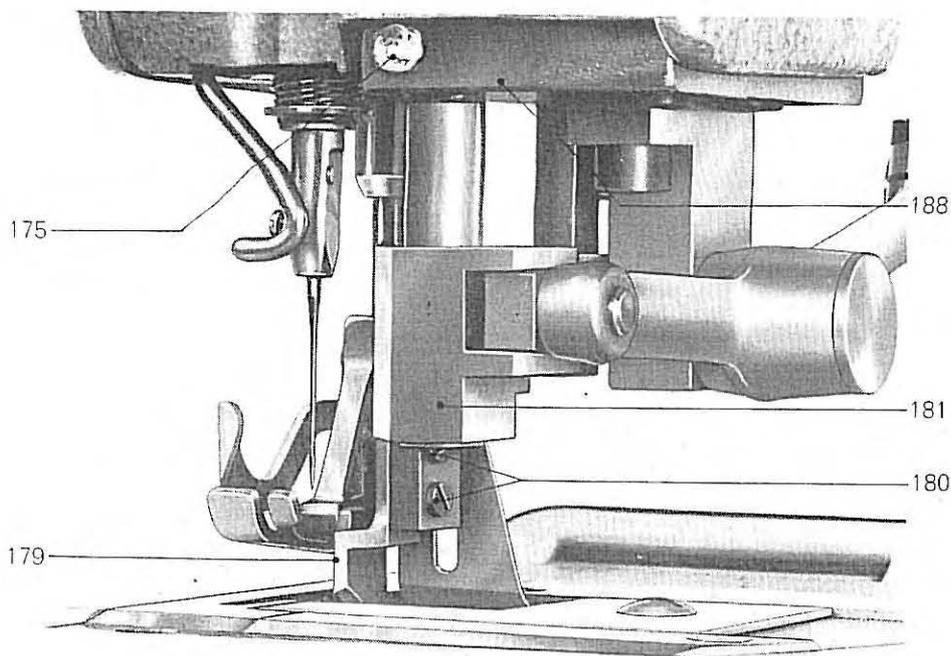
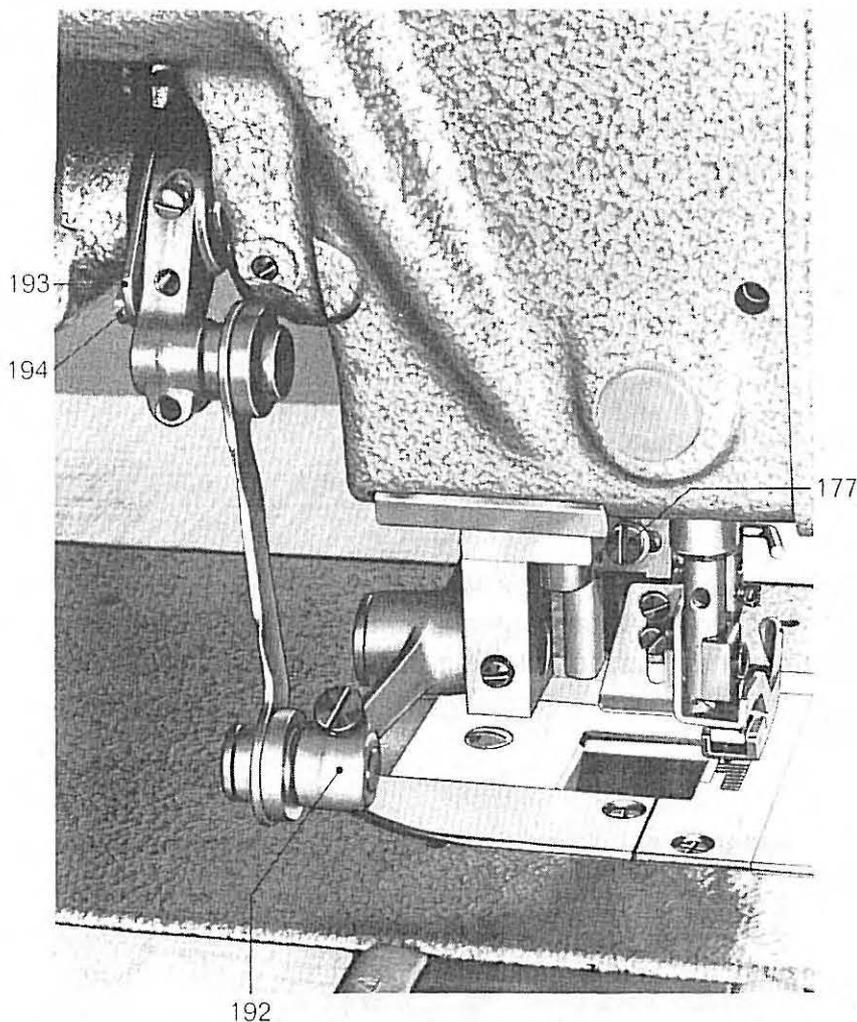
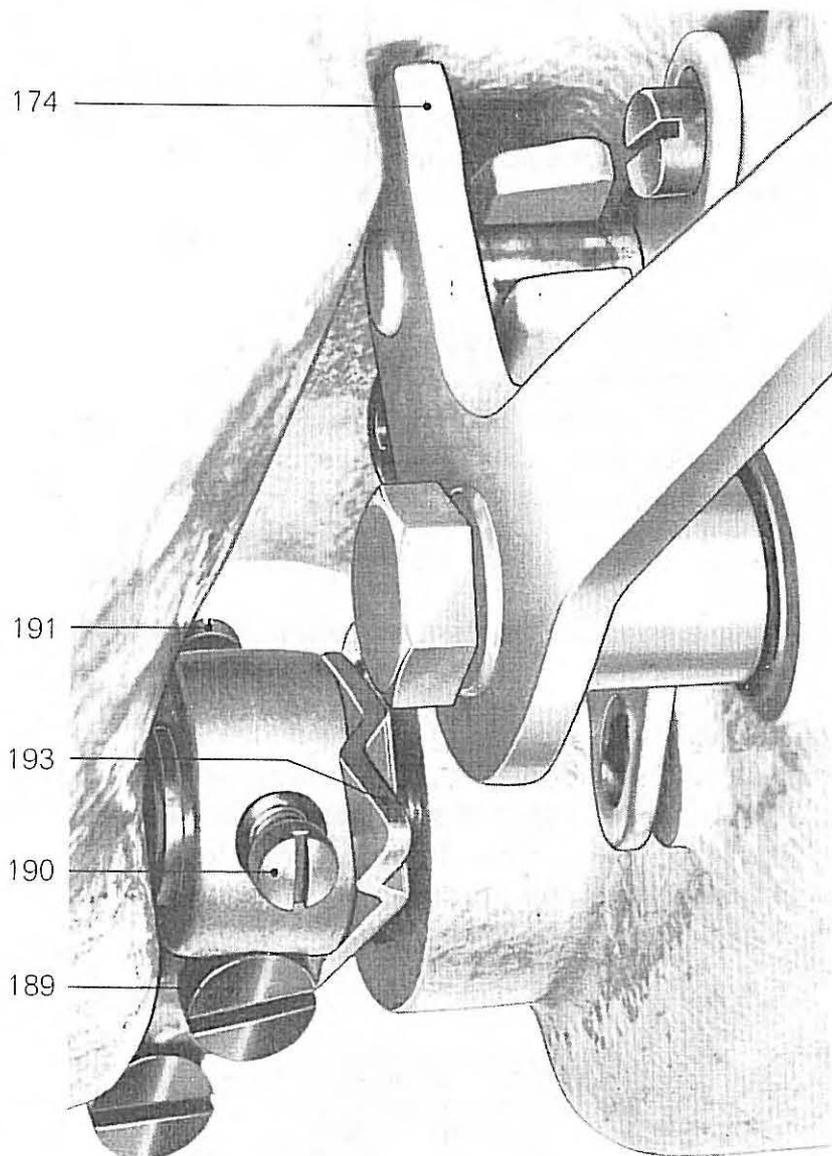

Fig. 32
Fig. 34
Fig. 36
Verser quelques gouttes d'huile au point de graissage 75 (fig. 32) lors du graissage hebdomadaire.
1. Desserrer la vis de fixation 177 (fig. 34) du porte-couteau supérieur.
Le couteau supérieur 179 (fig. 32) se change après avoir desserré les vis 180. Lors de la mise en place d'un nouveau couteau, veiller à ce que, lorsque le taquet-guide 181 se trouve dans sa position la plus basse, l'extrémité du tranchant du couteau supérieur et le tranchant du couteau inférieur soient alignés à la même hauteur.
Ajuster la taquet-guide 181 (fig. 32) de telle sorte que, dans sa position la plus élevée, la distance entre le dessus du taquet-guide et le dessous de la plaque de base 188 s'élève à 0,5 mm environ. Pour ajuster cet écartement, desserrer la vis 189 (fig. 36), desserrer la vis de réglage 190 ou 191, selon besoin, et resserrer la vis de réglage 191 ou 190 se trouvant en face.
Pour empêcher l'enclenchement involontaire du dispositif de coupe, lorsque l'on passe le levier double 192 (fig. 34) vers le haut, on a prévu le levier d'arrêt 193 (figs. 34 et 36). Si ce levier d'arrêt 193 est bien ajusté, il s'appuie, lorsque l'on pousse le levier double 192 vers le haut, contre le levier 174 (fig. 36) en position débrayée et empêche ainsi un enclenchement involontaire du dispositif de coupe.